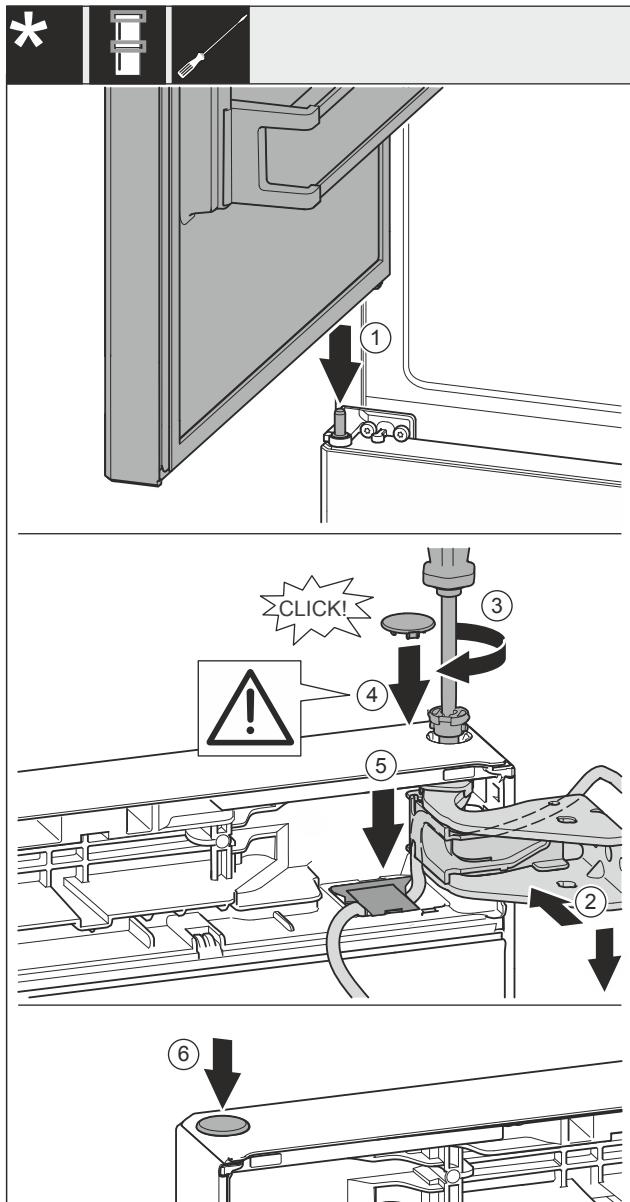

Fig. 36
- ▶ 冰箱上方门放置在中间轴承螺栓 Fig. 36 (1) 上。
- ▶ 将冰箱门的上方对准托架 Fig. 36 (2) 中的开口。
- ▶ 放入螺栓 Fig. 36 (3) 并用螺丝刀拧紧。
- ▶ 装入盖板 Fig. 36 (4)。
- ▶ 检查盖板 Fig. 36 (4) 是否紧贴在冰箱门上。
- ▶ 将盖板 Fig. 36 (5) 安装并朝下按压，直到其卡入到位。
- ▶ 装入盖板 Fig. 36 (6)。